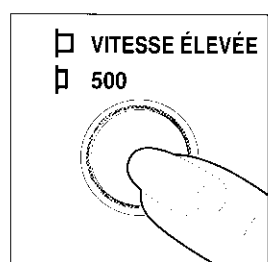

Fig. 17
- 12) Établissez la vitesse d'essorage (élevée ou basse) selon le type de chargement (Fig. 17) (vu que les vêtements synthétiques sont très délicats, la vitesse la plus basse est sélectionné automatiquement par la machine).